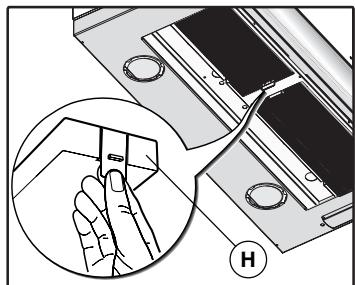

Fig.3
- Nel caso in cui il prodotto sia in versione filtrante togliere i filtri a cassetta tirando verso l'esterno la leva **H** come indicato in (fig. 3).
I filtri al carbone attivo devono essere applicati all'interno della cappa. Per la sostituzione bisogna tirare verso l'esterno la leva H come indicato in (fig. 3).